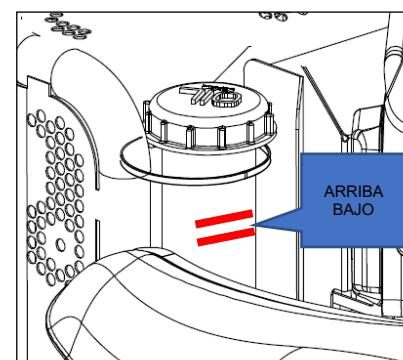

Figura 23
NIVEL DE ACEITE HST (FIGURA 23)
- De lo contrario, agregue aceite hasta alcanzar la marca "UP" en el tanque de aceite (Figura 23).